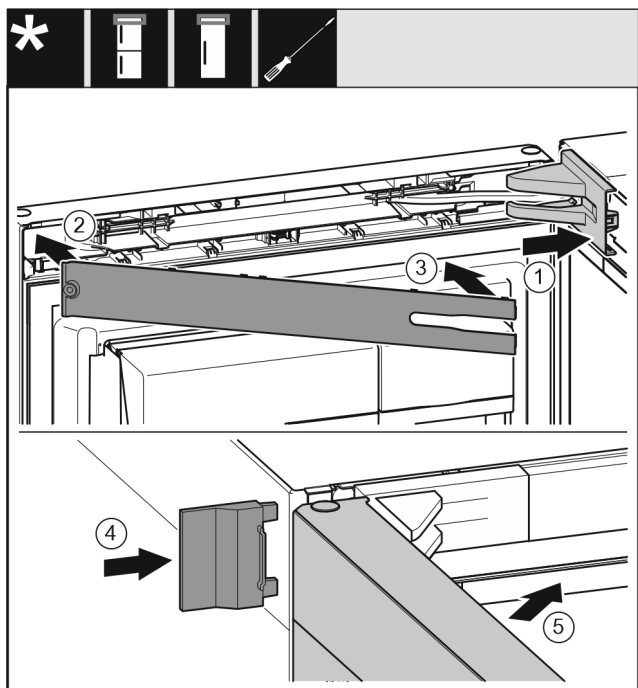

Fig. 24
- ▶ 放上并插入托架盖，如有必要小心地按压分开。 Fig. 24 (1)
- ▶ 盖上隔板。 Fig. 24 (2)
- ▶ 转入隔板并卡入到位。 Fig. 24 (3)
- ▶ 插入外盖。 Fig. 24 (4)
- ▶ 关闭冰箱上方门。 Fig. 24 (5)